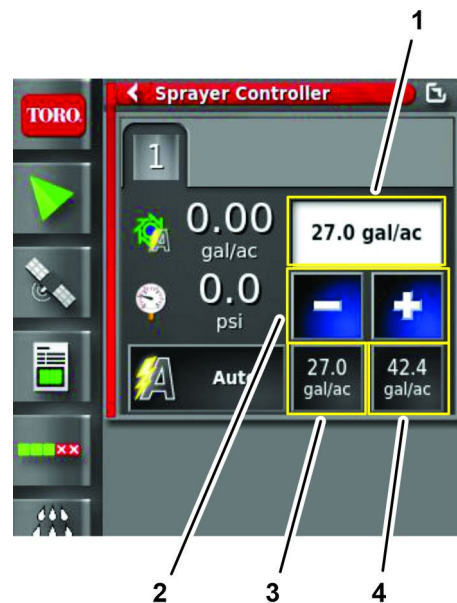

Bild 159
4. Wenn die Dosierung falsch ist, erhöhen Sie die Dosierung mit den vorab eingestellten Dosierungen oder wählen Sie die aktuelle Dosierung und geben die Dosierung manuell ein (Bild 159).